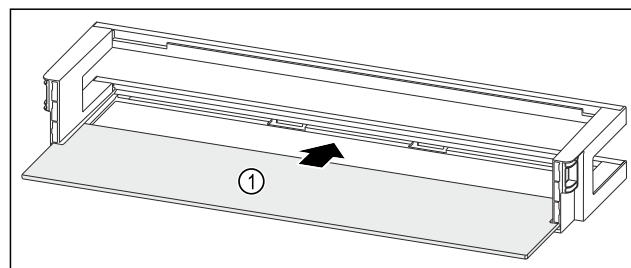

Fig. 112 Balconnet de contre-porte avec tablette de rangement
- Insérer la tablette de rangement Fig. 112 (1) dans les évidements latéraux.